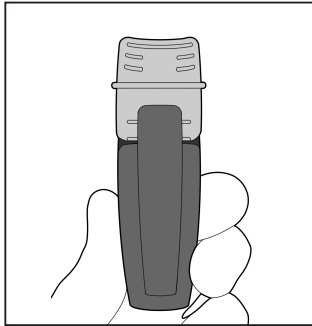

Fig. 11
1. Asigurați-vă că IntegraBite este asamblat corect cu aplicatorul și cu dispozitivul bucal de imobilizare aliniat vertical (Fig. 11).